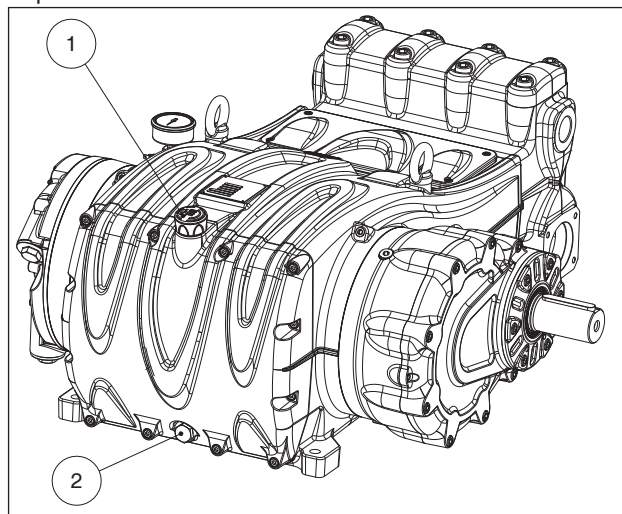

Fig. 3
Verifique o nível do óleo com a vareta da haste do nível do óleo especial, equipada de entalhes de mínimo e máximo ①, Fig. 3 e se necessário, completar.
O controle correto do nível do óleo é realizado com a bomba em temperatura ambiente, a troca do óleo é feita com a bomba em temperatura de trabalho, removendo o tampão pos.②, Fig. 3.